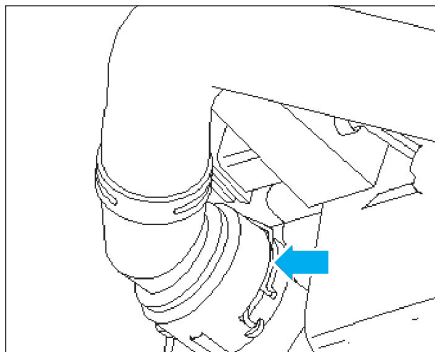

Fig. 19
- Retirer l'agrafe de retenue et débrancher la durit du radiateur de refroidissement du moteur (Fig.19).